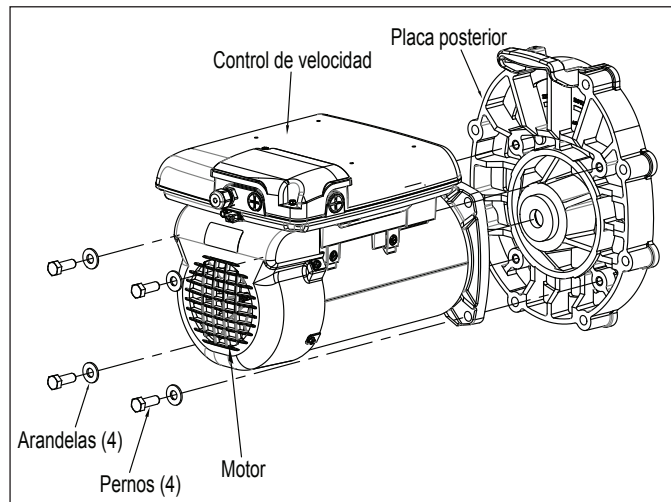

Figura 18. Montaje de la placa posterior, Motor Regal Beloit
3. Tenga en cuenta la alineación de la placa posterior del motor, como se muestra en las figura 18. Coloque la placa posterior del motor con el lado de la junta tórica hacia abajo, desatornille los cuatro tornillos 9/16" y quite el motor.